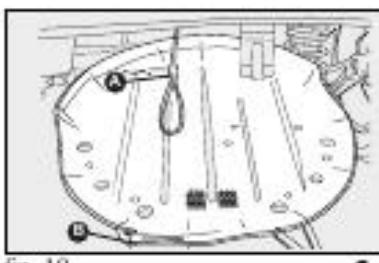

fig. 10
– Desengatar o cabo de segurança A-fig. 10 para permitir a descida completa do suporte do estepe e a posterior retirada do mesmo ao puxar para fora a extremidade da bandeja corrediça. B-fig. 10.